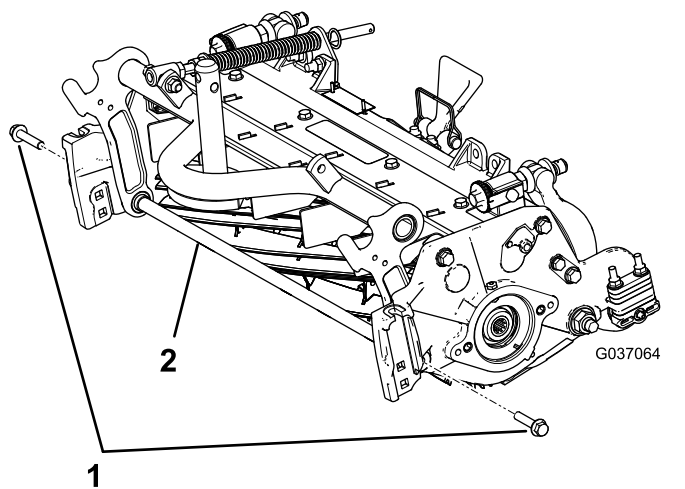

図 6
- A. サポートロッドを固定しているフランジヘッドボルト2本を外してサポートロッドを外す 図 6。